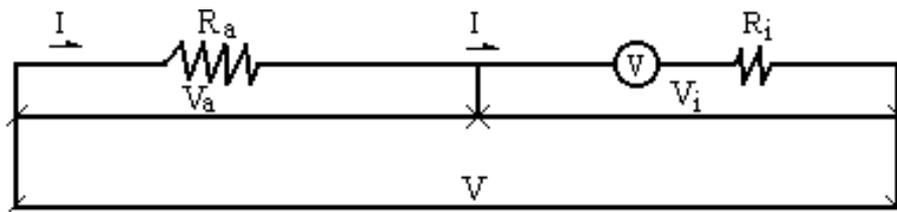

Fig. 4
Considere que o instrumento básico suporta uma tensão (V_i) de máxima deflexão de ponteiro, e que se deseja medir uma tensão (V) igual a n vezes o valor da tensão de deflexão (V_i) (Fig.4).